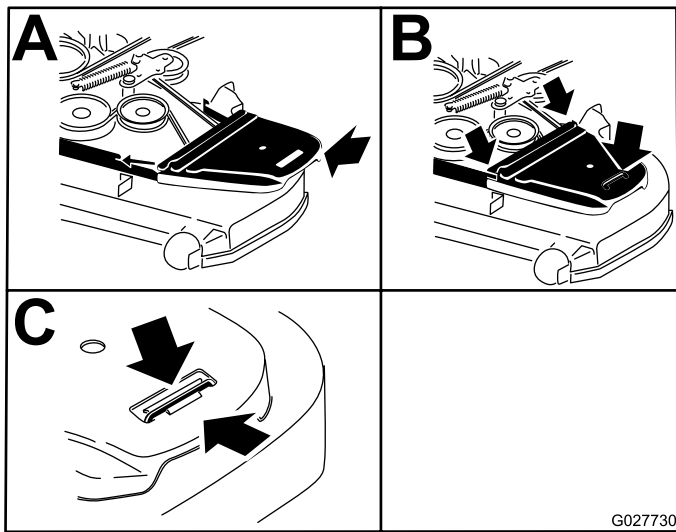

Figure 65
12. Posez les protège-courroies (Figure 65).